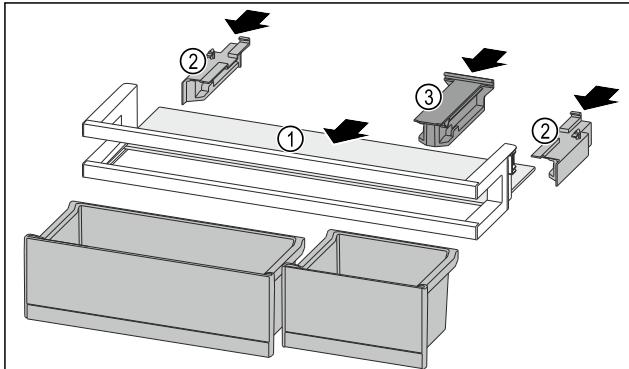

Fig. 135
- Вдвиньте съемную полку Fig. 135 (1) в боковые пазы.
- Установите боковые части Fig. 135 (2).
- Смонтируйте крепление Fig. 135 (3).